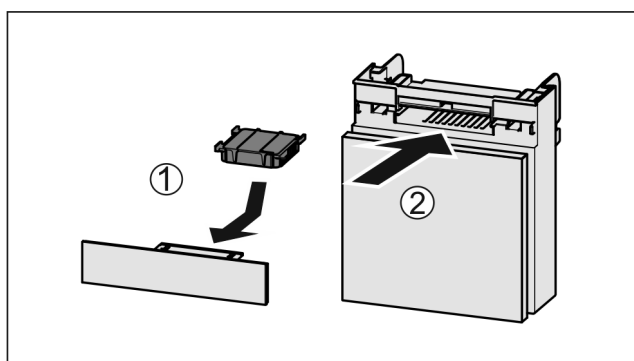

Fig. 136
- ▶ Umetnite filter s aktivnim ugljenom kao što je prikazano na slici Fig. 136 (1).
- ▶ Umetnite pretinac Fig. 136 (2).